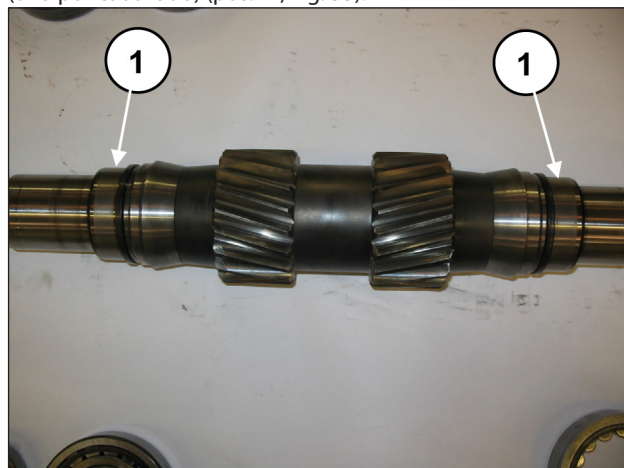

Fig. 53
introducir en el eje PTO las 2 anillas internas de los cojinetes (una por cada lado) (pos. ①, Fig. 53).